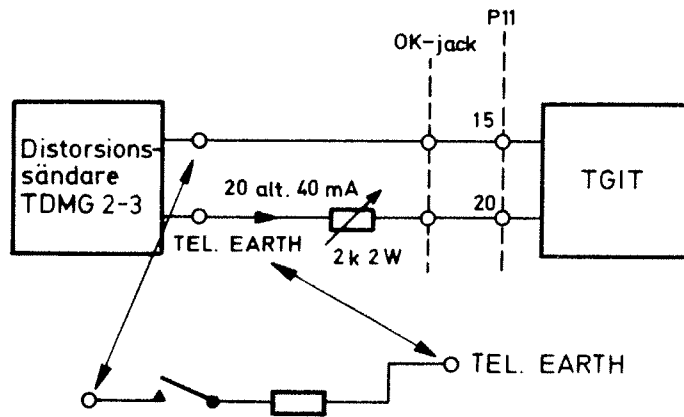
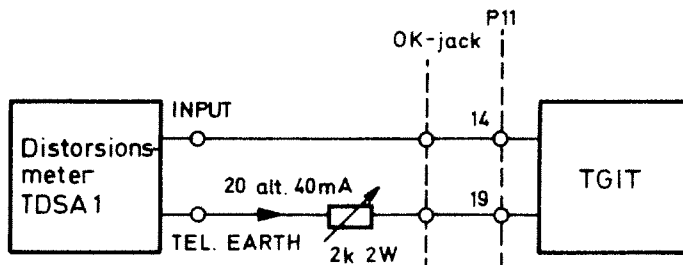

Bild 4. Mätuppkoppling, sändarsida
Bild 5. Mätuppkoppling, mottagarsida
3.9.3 Koppla bort ansluten fjärrskrivmaskin (eller motsvarande utrustning) i både sändar- och mottagarutrustningen. Anslut distorsionssändaren, enligt bild 4, på sändarsidan i fjärrterminalen och distorsionsmetern, enligt bild 5, på mottagarsidan i egen terminal.